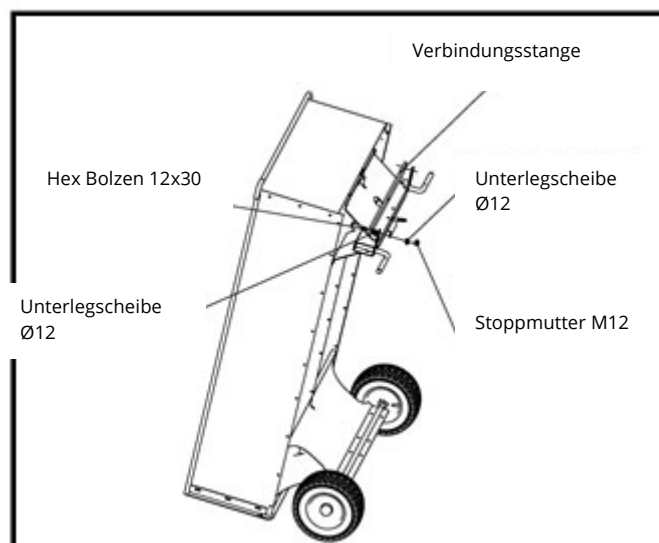

Abbildung 10
19. Die Verbindungsstange wird mit zwei M12x30-Hex-Bolzen verbunden, vier Ø12-Unterlegscheiben und zwei M12-Hex-Muttern. Nur so fest anziehen, dass sich die Spindeln noch drehen können. Siehe Abbildung 10.